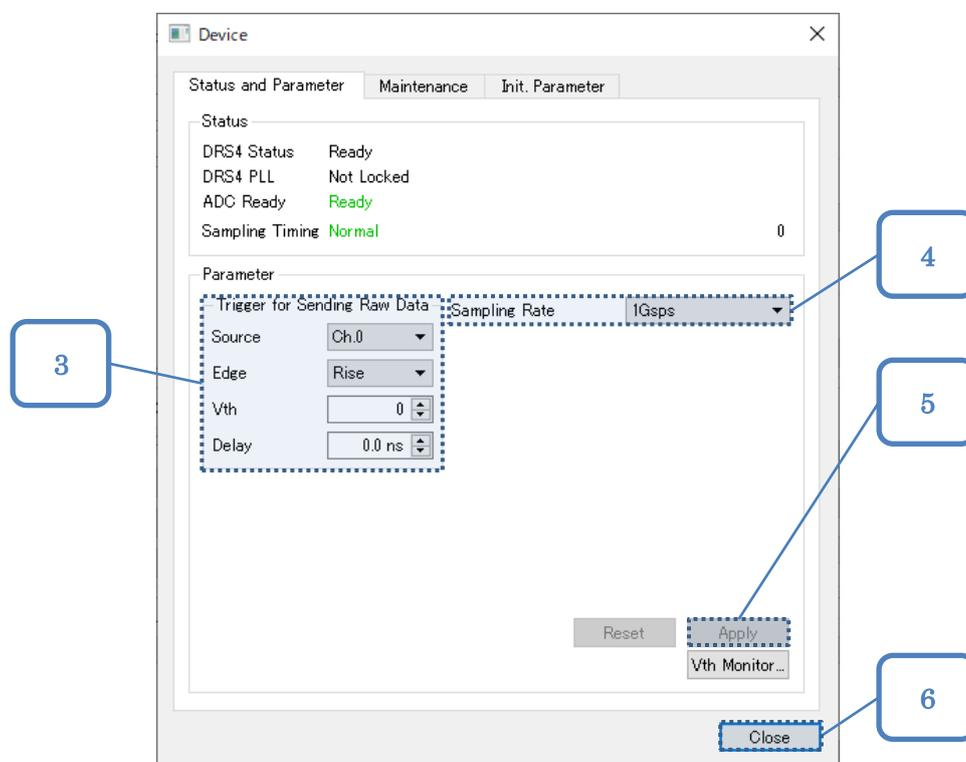

図 6-4. [Device]ダイアログ[Status and Parameter]タブ
- ② [QVT Monitor]ウィンドウ上部のメニューバー[Device]をクリックし [Status and Parameter...]をクリックすると、[Device]ダイアログが表示されます。図 6-4 の番号は手順の番号に対応しています。
- ① 図 6-4.[Device]ダイアログ[Status and Parameter]タブの[Vth Monitor...]ボタンをクリックすると図 6-5.[Vth Monitor]ダイアログが表示されます。図 6-5 の番号は以下の手順の番号に対応しています。
- ② [Start]ボタンをクリックします。図 6-4 の [Source]に設定したチャンネルの入力信号が[Vth Monitor]ダイアログに表示されます。
- ③ [Vth Monitor]ダイアログの[Set Display Range and Vth Automatically]ボタンをクリックすると[V₁]・[V₂]、最大値、平均値、最小値が表示され、[Vth]の値は入力信号の最大/最小の中間値に設定されます。
- ④ [Vth]の値を確認して[Apply Vth]ボタンをクリックします。QVT Monitor がチャンネルの入力信号の監視を終えます。また、[Vth Monitor]に入力した[Vth]が図 6-4 の[Vth]設定値となります。
- ⑤ [Close]ボタンをクリックしてダイアログを閉じます。